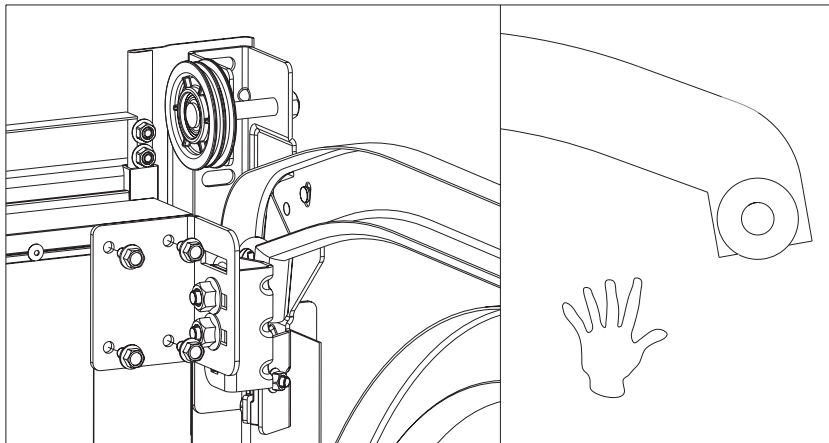

Рис. 14.3
На рис.14.3 показана установка верхнего кронштейна на воротах с ручным управлением.
- на воротах с ручным управлением ходовой ролик должен прилегать к профильной части верхнего направляющего профиля (рис. 14.3);